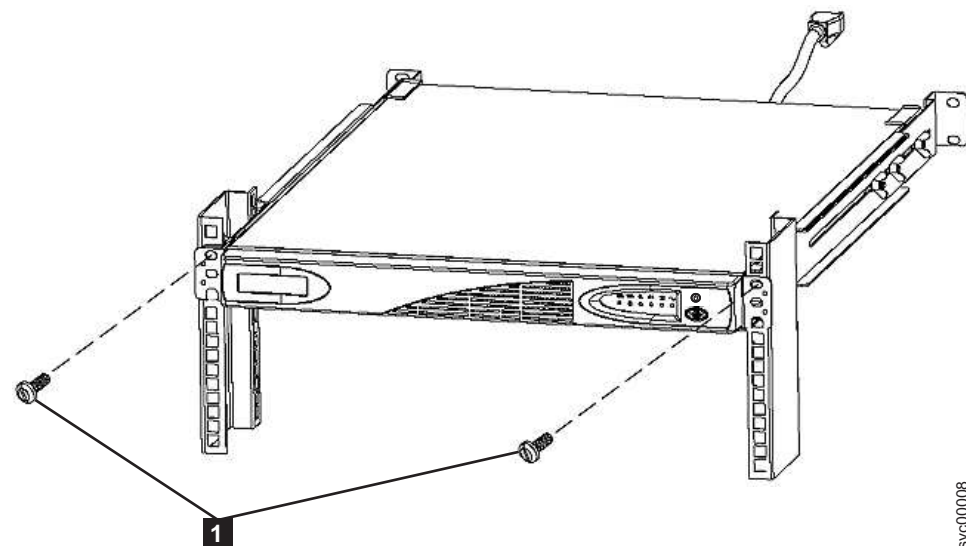

Figura 343. Montando parafusos para o 2145 UPS-1U
4. Na frente do 2145 UPS-1U, instale os dois parafusos de montagem (**1** na Figura 343).